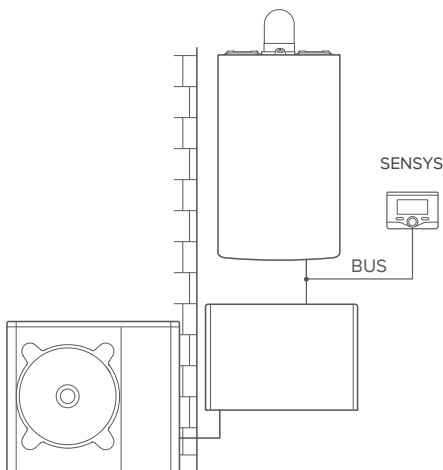

рис.7
Активация служб ТД и ТК в гибридной базовой системе (рис. 7)
1. Наклейте двустороннюю клейкую ленту на кронштейн (рис. 7), снимите защитную плёнку и установите кронштейн на планку котла.